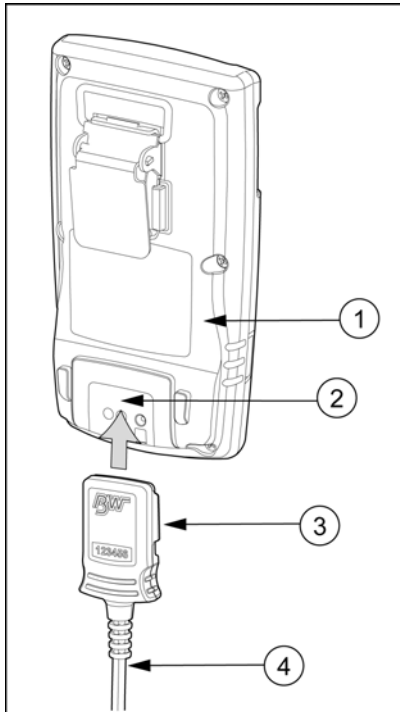

Figura 8. Conexión del adaptador de carga
Para cargar la batería, consulte Figura 8, Tabla 13, y los siguientes procedimientos (1-8).
3. Coloque el adaptador de carga a la interfaz de carga. Referirse a Figura 8.